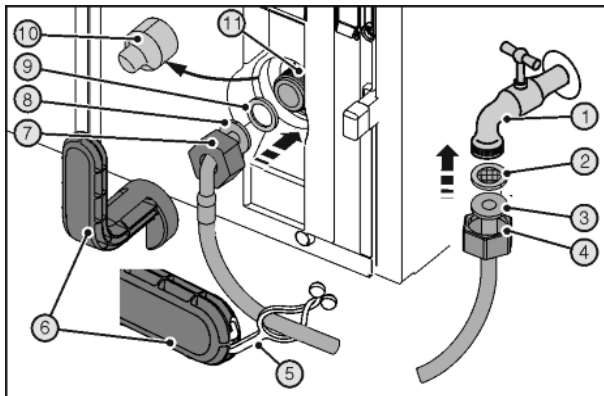

Fig. 27
Schnittwunden durch zerbrochenes Hilfswerkzeug Fig. 27 (6).
- ▶ Hilfswerkzeug Fig. 27 (6) ausschließlich bei Raumtemperatur verwenden.
- ▶ Mutter Fig. 27 (4) über das gerade Schlauchende Fig. 27 (3) bis zum Ende schieben und festhalten.
- ▶ Auffangsieb Fig. 27 (2) in Mutter Fig. 27 (4) einsetzen.
- ▷ Auffangsieb Fig. 27 (2) liegt flach am geraden Schlauchende Fig. 27 (3) an und wird leicht gehalten.
- ▶ Mutter Fig. 27 (4) mit am geraden Schlauchende Fig. 27 (3) anliegendem Auffangsieb Fig. 27 (2) am Absperrhahn Fig. 27 (1) anschließen.
- ▶ Durch vorübergehendes Öffnen des Absperrhahns Fig. 27 (1) der Wasserversorgung die Wasserleitung entlüften und mit Wasser befüllen. Schlauch dazu in Eimer halten.
- ▶ Abdeckung Fig. 27 (10) abziehen.
- ▶ Mutter Fig. 27 (7) über das abgewinkelte Schlauchende Fig. 27 (8) bis zum Ende schieben und festhalten.
- ▶ Dichtung Fig. 27 (9) befeuchten und in der Mutter Fig. 27 (7) am abgewinkelten Schlauchende Fig. 27 (8) andrücken.
- ▷ Dichtung Fig. 27 (9) liegt flach am abgewinkelten Schlauchende Fig. 27 (8) an und wird leicht gehalten.
- ▶ Mutter Fig. 27 (7) mit am abgewinkelten Schlauchende Fig. 27 (8) anliegender Dichtung Fig. 27 (9) am Magnetventil Fig. 27 (11) anschließen.
- ▶ Anschlüsse mit Hilfswerkzeug Fig. 27 (6) im Uhrzeigersinn festziehen bis der maximale Drehmoment erreicht ist und das Hilfswerkzeug Fig. 27 (6) überdreht.
- ▶ Den Absperrhahn Fig. 27 (1) der Wasserzuführung öffnen und das gesamte Wassersystem auf Dichtigkeit prüfen.
- ▶ Lasche Fig. 27 (5) in Hilfswerkzeug Fig. 27 (6) einhaken und zur Aufbewahrung am Edelstahlschlauch befestigen.